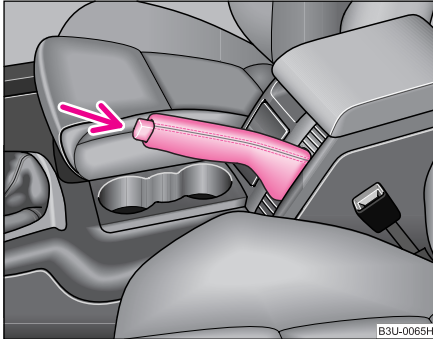

Fig. 111 Consola centrală: Frâna de staționare
- Acționați maneta puțin în sus și în același timp apăsați butonul de blocare ♥ fig. 111.